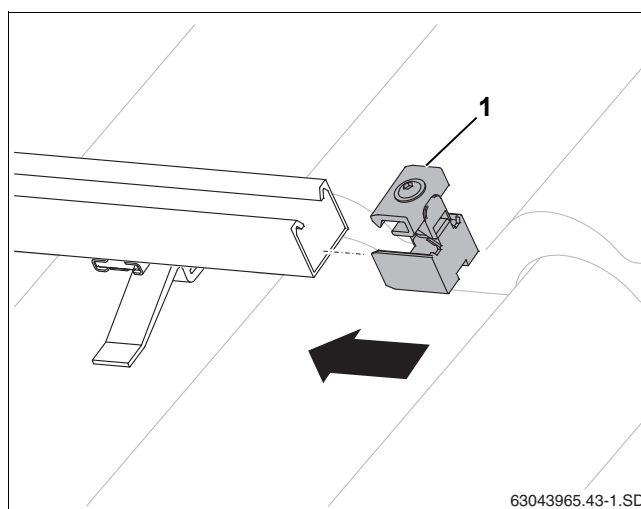

Рис. 41 Установка одностороннего зажима
- ▶ Вставьте односторонние зажимы (рис. 41, [1]) в профильные рейки на правой стороне поля коллекторов до фиксации их в первом продольном отверстии профильной рейки.